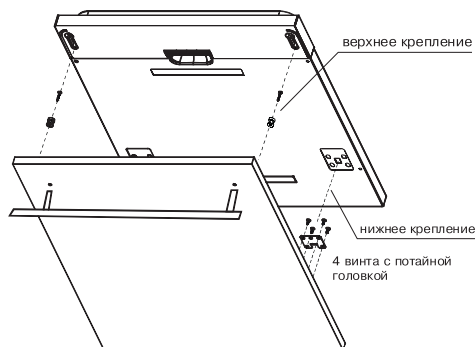

Рис. 4 . Уст новк декор тивной п нели.
2. Уст новите крепления н декор -тивную деревянную п нель и с их по-мощью прикрепите ее к дверце м шины (рис. 4).